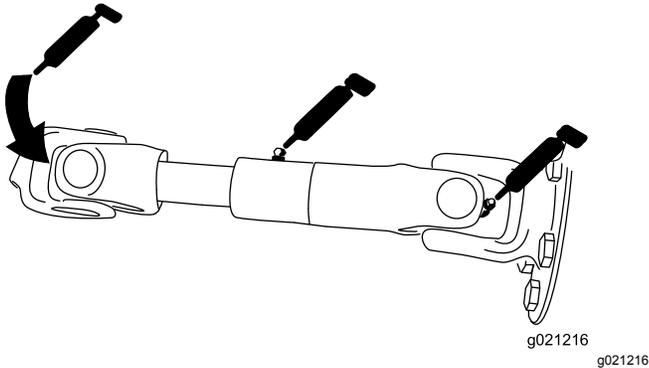

Bild 75
- Pumpenantriebswelle (3) (Bild 75)